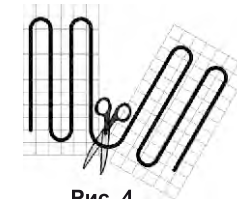

Рис. 4
• Расстелите мат на поверхность пола, предварительно очищенную от грязи и пыли, согласно плану укладки. Мат приклеивается к полу кабелем вниз. В местах разворотов **аккуратно разрежьте сетку**, не повреждая греющий кабель (**рис. 4**).